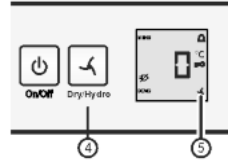

Fig. 3
- ▶ **hydro** einstellen: Taste dry/hydro Fig. 3 (4) drücken, bis das Symbol  angezeigt wird. Taste loslassen.
▷ Das Symbol dry/hydro Fig. 3 (5) leuchtet.
- ▶ **dry** einstellen: Taste dry/hydro Fig. 3 (4) drücken, bis das Symbol  erlischt. Taste loslassen.